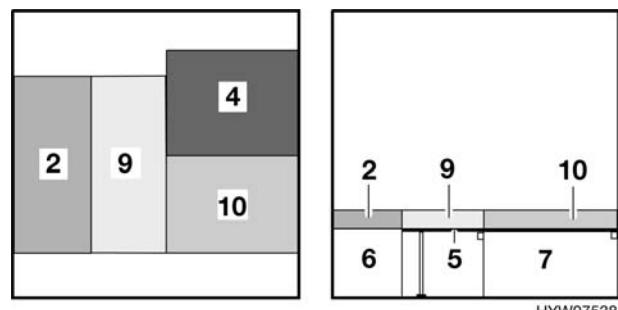

Fig. 103 Dopo la trasformazione
- Posizionare il cuscino aggiuntivo con la tavola di rinforzo (Fig. 103,9) fra il cuscino della panca centrale (Fig. 103,4) e il cuscino del divano (Fig. 103,2).
- Posizionare il cuscino aggiuntivo (Fig. 103,10) sul tavolo sospeso (Fig. 103,5).